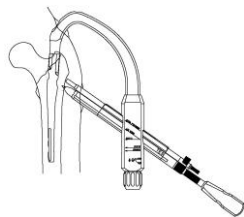

図 14
- 11) ガイドピンの刺入位置を確実にするため、ラグスクリュー、エクストラ共に 3.2 ガイドピン用ピンオウルにて外側皮質を穿孔します。 (図14)